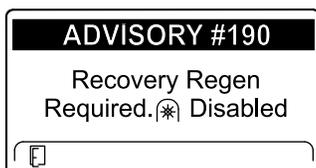

Figura 58
- AVISO N° 190 – Regeneración estacionaria necesaria – Toma de fuerza deshabilitada (Figura 58).